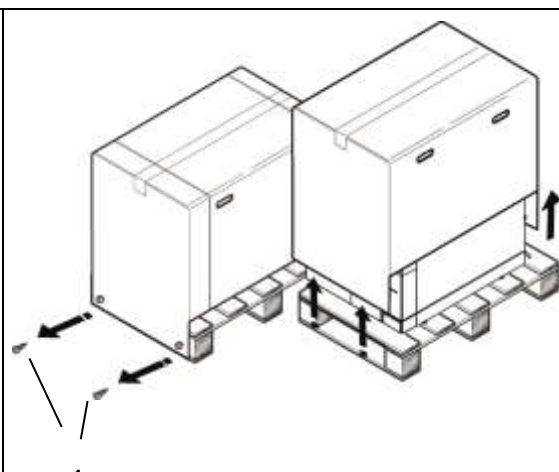

Рис. 6.1-2
- выкрутите винты, прикрепляющие коробку к паллете( 1 на рис. 6.1-2);
- снимите коробку, потянув вверх ( рис. 6.1-2);